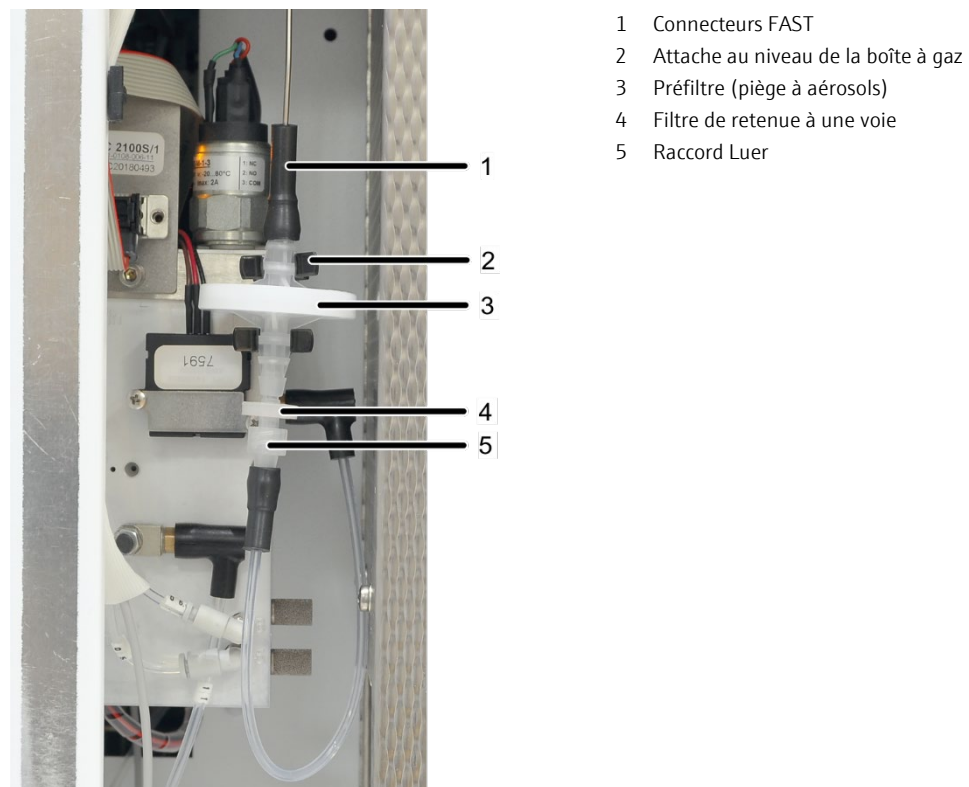

Fig. 30 Pièges à eau à l'intérieur de l'appareil, la paroi de gauche étant ouverte
4. Retirez les pièges à eau des deux attaches au niveau de la boîte à gaz (2 à Fig. 30).
5. Retirez le connecteur FAST (1) du grand piège à eau.